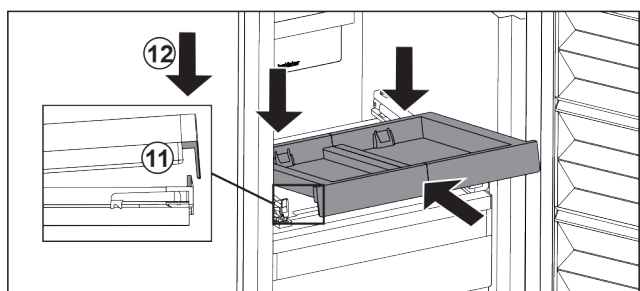

Fig. 127
- ▶ Вставьте, наклоняя вниз. Обратите внимание на то, чтобы на обеих сторонах упор был за накладкой. Fig. 127 (11)
- ▶ Снимите выдвижную панель спереди. Fig. 127 (12)